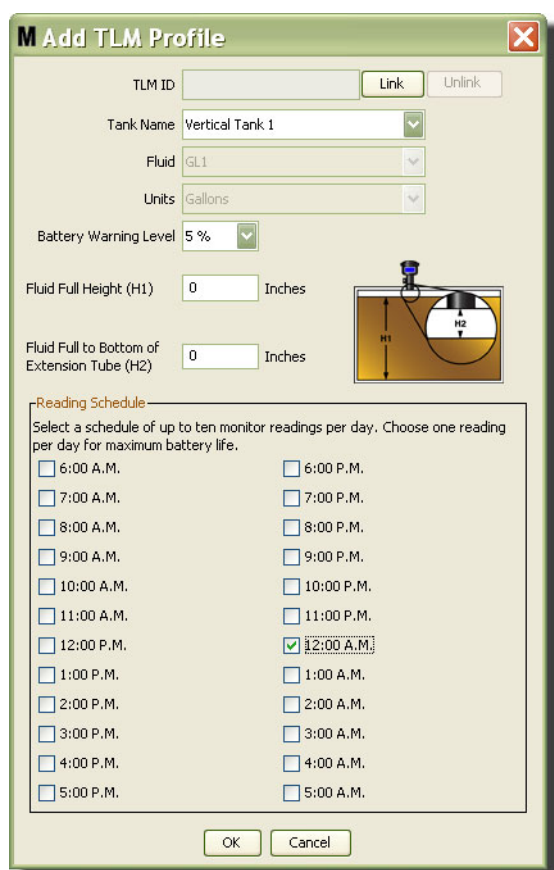

FIG. 108
3. L'écran Ajouter le Profil du TLM à la FIG. 108 s'affiche.
2. Dans l'écran d'ordinateur montré à la FIG. 108, cliquez sur le bouton Lier (Link) et de la liste déroulante, sélectionnez le TLM pour lequel vous créez ce profil. Cela permettra de relier le TLM à l'ordinateur de Matrix et activera la communication entre les deux dispositifs dans le système.
Après avoir cliqué sur le bouton « Link » (Lier) illustré à la FIG. 108, il sera désactivé et au contraire remplacé par le bouton « Unlink » (Dissocier) actif. Cliquer sur le bouton « Dissocier » rompt le lien entre ce TLM et l'ordinateur de Matrix.